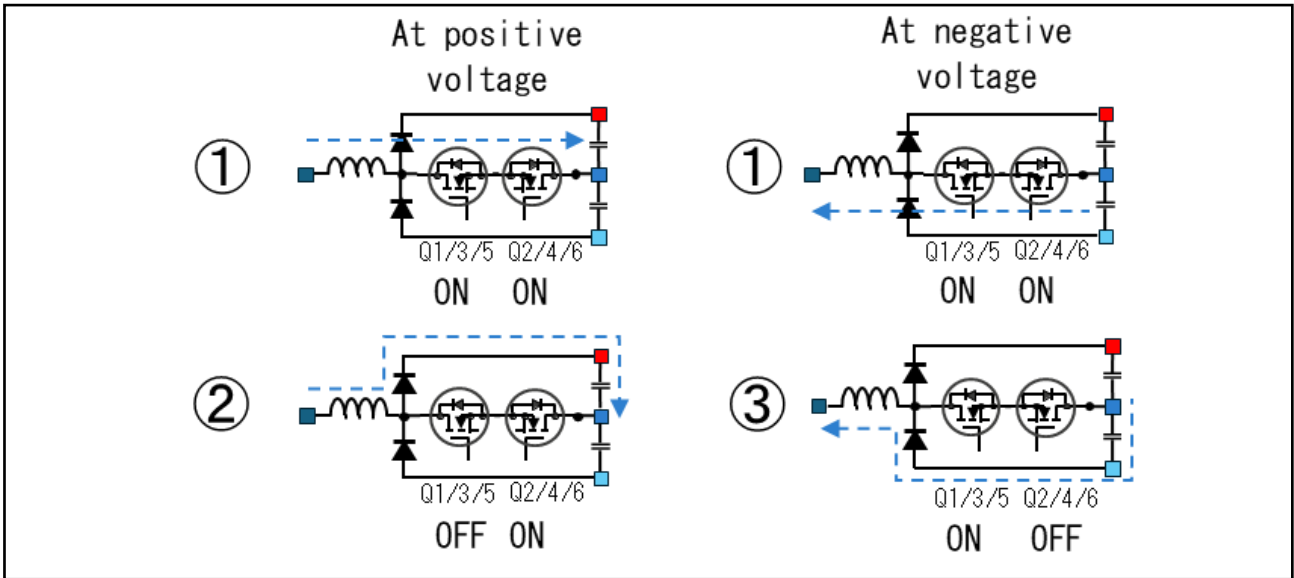
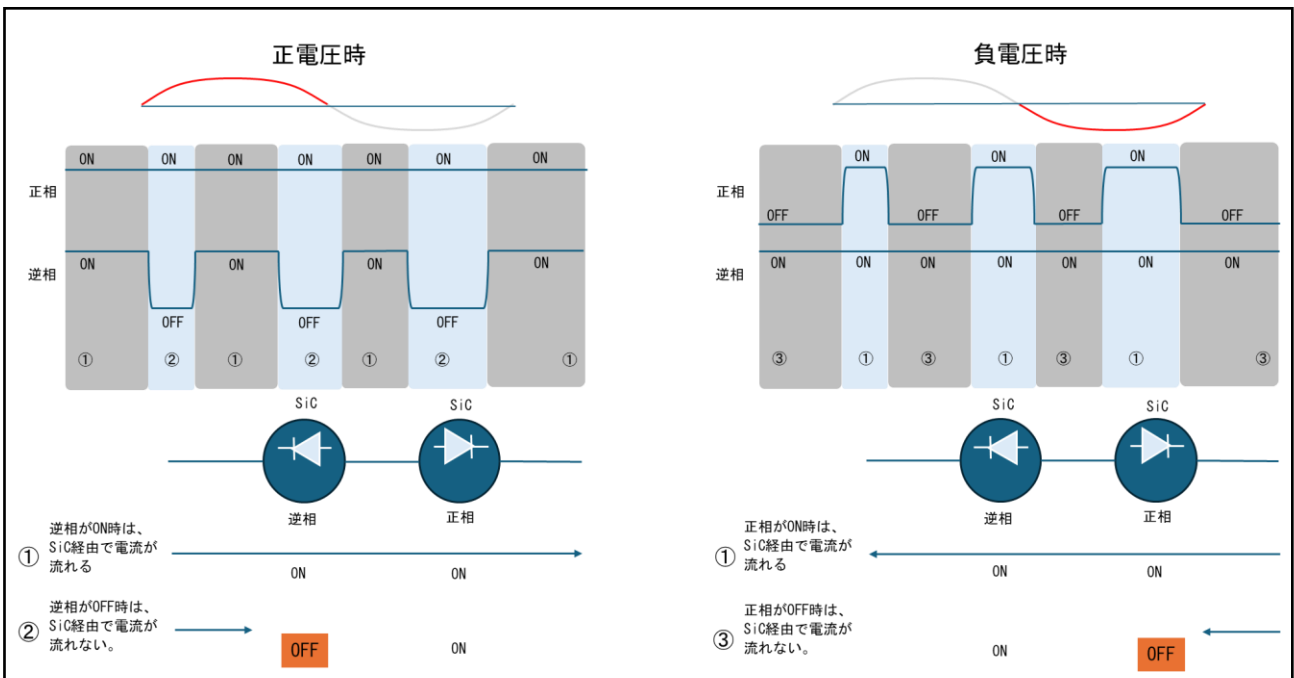

図 2 Vienna PFC 動作概要
図 3 Vienna PFC スイッチング動作と電流方向イメージ
Vienna PFC は、図 2 に示す通り、正電圧と負電圧の 2 つの動作モードにより電流の流れを制御します。正電圧時は、ダイオードを経由して電流が流れる②のモード(Q1/Q3/Q5 が OFF)、および SiC を経由して電流が流れる①のモード(Q1/Q3/Q5 が ON) からなります。②の電圧は E、①の電圧は E/2 になります。負電圧時は、電流の向きが正電圧に対し逆になる為、ダイオードを経由して電流が流れる③のモード(Q2/Q4/Q6 が OFF)、および SiC を経由して電流が流れる①のモード(Q2/Q4/Q6 が ON) からなります。③の電圧は 0V、①の電圧は E/2 になります。図 3 にスイッチング波形と電流方向のイメージ示します。